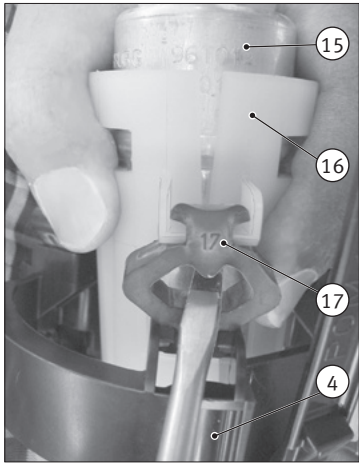

Abb. 3/ Fig. 3/ Puc. 3/ 图3
- Push the two clips (7) of the retaining ring together towards the centre and pull the retaining ring out at the top.
- A pressure relief valve (8) is mounted in the retaining ring, which is fitted securely in the swirl pot with an o-ring. Keep the sealing ring safe.
- Disconnect the electrical contacts (9).
- Open the hose clamp (3) and pull off the hose (2).
- Lever the upper part of the 3 rubber buffer (17) from the sleeve. For this, push the triangular indentation upwards from behind (see Fig. 3).
- Pull the pump (15) with sleeve (16) up out of the retaining ring (4).
- Remove the retaining bracket (5).
- For easier disassembly/assembly of the fuel pump, we offer the tool 4.00063.00.0. The tool (18) spreads open the bracket of the sleeve (16) and the old pump (15) can be pulled easily out of the sleeve.
- The new pump must be inserted in the sleeve so that the intake manifold connection (20) fits into the corresponding opening (19) in the floor of the sleeve.
- If the circumferential bulge is visible in the recess of the sleeve, the pump has been pushed in far enough. If the pump can not be pushed in this far, the sleeve and the pump are skewed and the intake manifold connection (20) is not positioned correctly (19).
- Secure the pump in the sleeve with a retaining bracket (5).
- Push the new pump (15) with sleeve (16) into the retaining ring (4).
- Press the 3 rubber buffers (17) into the holders on the sleeve again.
- Place the hose (2) on the hose connection and fix in place with a hose clamp (3).
- Comprimer les deux pinces (7) de la bague de maintien vers le milieu et retirer la bague de maintien vers le haut.
- Dans la bague de maintien est fixée une valve de surpression (8) montée dans le pot de stabilisation avec un joint torique. Conserver la bague d'étanchéité en sécurité.
- Débrancher les contacts électriques (9).
- Ouvrir le collier (3) et retirer le flexible (2).
- Extraire la partie supérieure des 3 butoirs en caoutchouc (17) hors du manchon en faisant levier. Pour ce faire, pousser le renflement triangulaire de l'arrière vers le haut (voir Fig. 3).
- Tirer la pompe (15) avec le manchon (16) vers le haut hors de la bague de maintien (4).
- Retirer l'étrier de maintien (5).
- Крышка с фланцем (10) установлена в баке вместе с двумя соединенными друг с другом уплотнительными кольцами (1) (11).
- Опора (12) служит для соединения крышки с фланцем с устройством обеспечения подачи топлива из бака. Фиксатор (13) размещается в выемке (6), расположенной на дне устройства обеспечения подачи топлива из бака. К опоре прикреплен датчик уровня (14).
- Крышку с фланцем (10) осторожно вынуть движением вверх.
- Топливный насос (15) размещен в держателе («втулка») (16). Эта втулка крепится в устройстве обеспечения подачи топлива из бака с помощью стопорного кольца (4).
- Оба зажима (7) стопорного кольца сжать по направлению к середине и вынуть стопорное кольцо движением вверх.
- В стопорном кольце находится предохранительный клапан (8), который прочно крепится в устройстве обеспечения подачи топлива из бака кольцом круглого сечения. Надежно хранить уплотнительное кольцо.
- Отсоединить электрические контакты (9).
- Открыть шланговый хомутик (3) и снять шланг (2).
- Вынуть верхнюю часть 3 резиновых буферов (17) из втулки. Для этого надавить на треугольный выступ в направлении сзади вверх (см. Рис. 3).